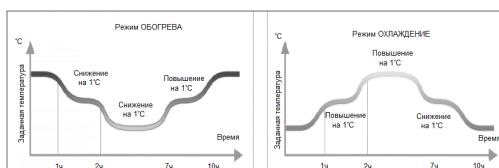

Рис.3
- Заданная температура повышается на 1°C в режиме охлаждения и понижается на 1 °C в режиме обогрева через каждый час в течении первых двух часов работы, затем течение оставшиеся 8 часов работы не изменяется (см. рис.3-график ниже)